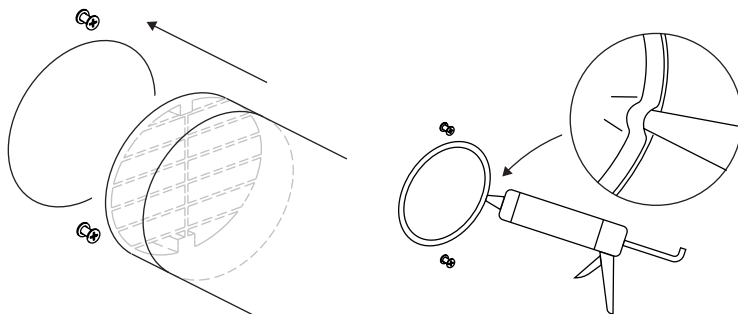

Рисунок 6.6. Установка теплоизоляционной трубы
7. Установите трубу в воздушный канал, сориентировав решетку в сторону улицы (рис. 6.6). Ламели решетки должны быть направлены вниз. Выступающий внутрь помещения конец трубы отрежьте в один уровень со стеной. Нанесите нейтральный силиконовый герметик непрерывным контуром между трубой и вентиляционным каналом со стороны комнаты.